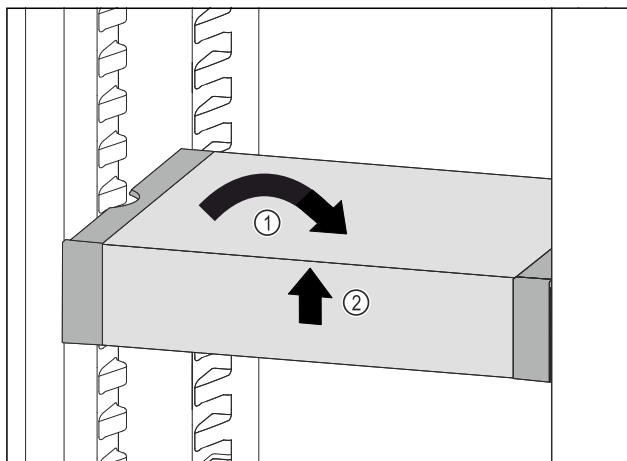

Fig. 113
- ▶ Placer VarioSafe lige. Fig. 113 (1)
- ▶ Løft VarioSafe op foran. Fig. 113 (2)